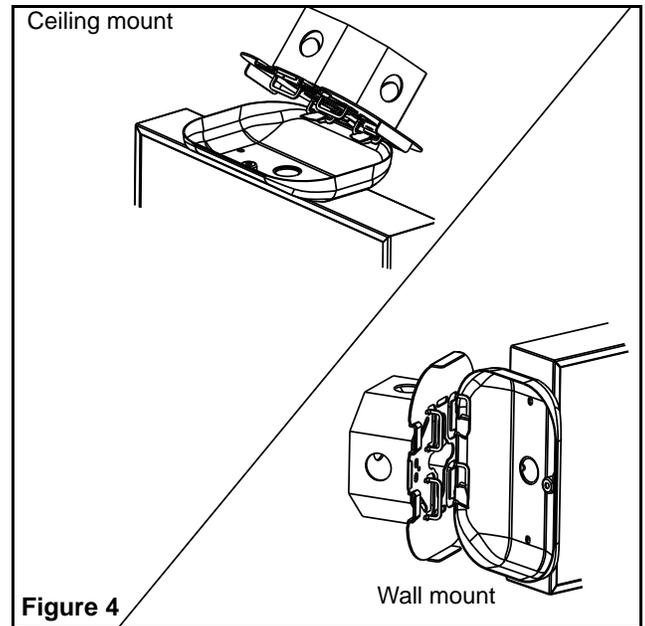

Figure 4
- h. Le pavillon d'installation rapide est muni de nervures qui permettent de suspendre l'unité au plaque de fixation afin de faciliter le câblage (voir Figure 4).
- h. The “Quick-install” canopy is equipped with ribs allowing you to hang the unit to the spider plate to facilitate wiring (See Figure 4).